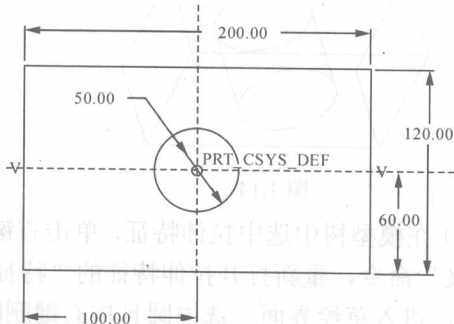

图 1.10
5) 绘制如图 1.10 所示的草绘：分别用画矩形、圆的工具按钮绘制一个矩形和一个圆，双击尺寸后重新输入所需要的尺寸，回车后即修改了尺寸，且图形会随着尺寸的修改而改变，单击✓按钮结束草绘。